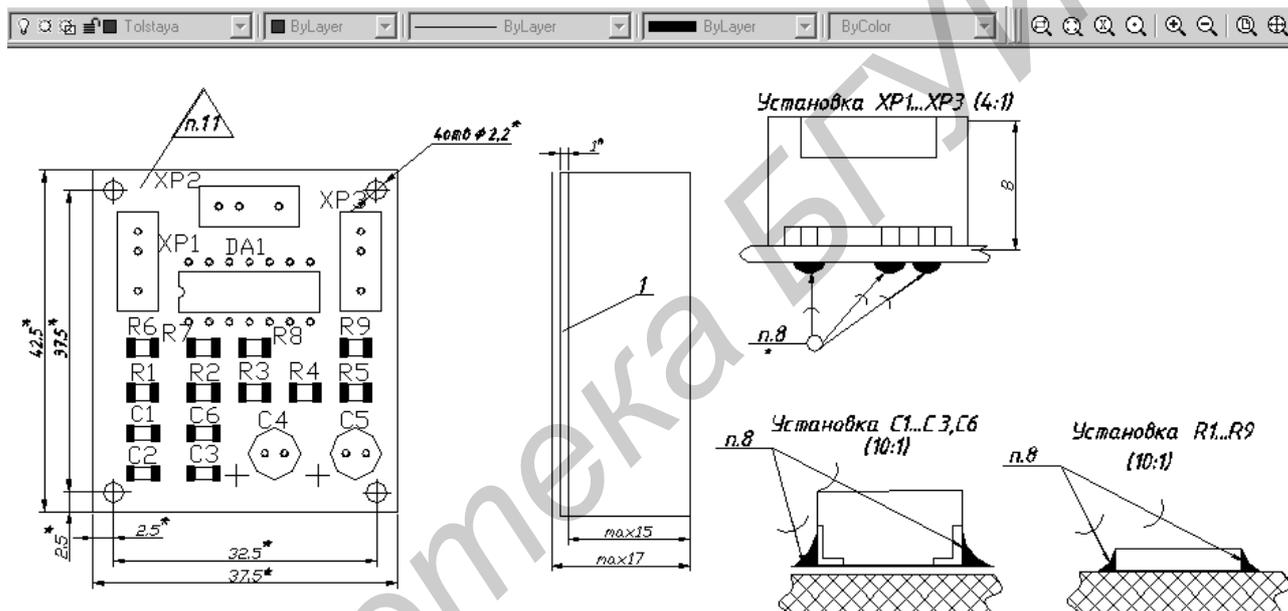

Рис. 32. Экран AutoCAD с дополнительными построениями
2.7. Нанести на чертеже размеры, позиционные обозначения деталей и сборочных единиц согласно спецификации (рис. 32).